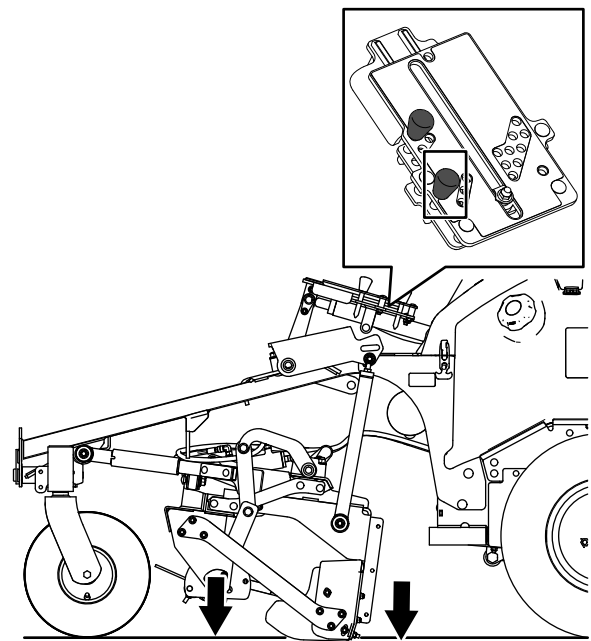

図 47
- 地表または地表より下ストップ穴 **図 47**
3. ロッドの端部を昇降リンクに固定しているロッド端部用ジャムナットをゆるめる 図 47。